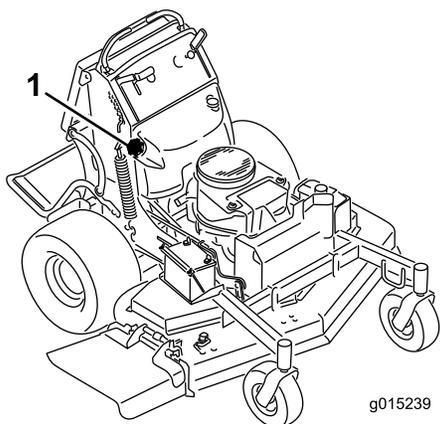

図 50
5. サイホン・ポンプを使って燃料タンクからガソリンを抜き出す (図 50)。